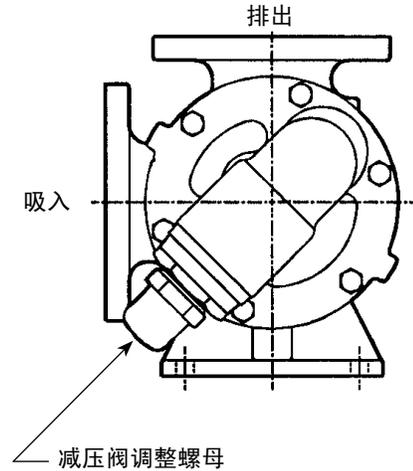

图3
3. 减压阀调整螺帽必须始终指向泵的吸入侧。请参阅图3。如水泵逆转、请取下减压阀并将两端位置颠倒过来（参见第 7页 泵的旋转 正确操作所需的其它步骤。）